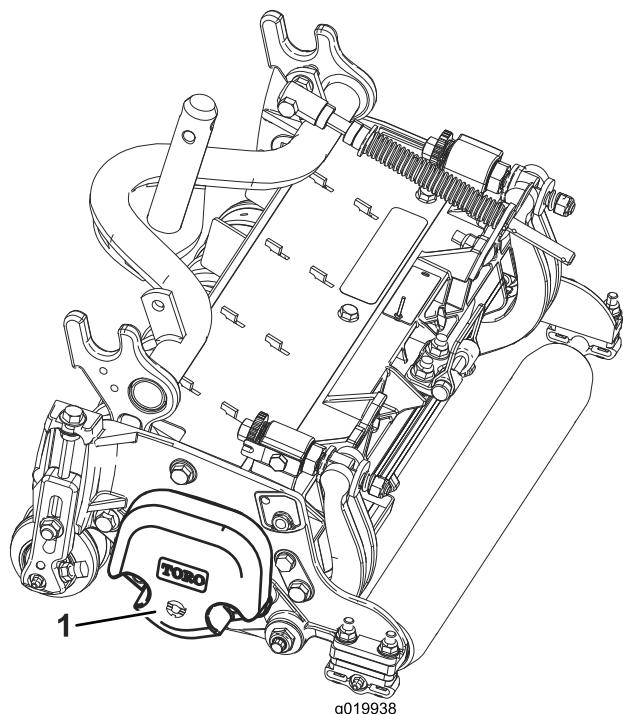

Figure 3
4. Veillez à monter le contrepoids (Figure 3) du bon côté de l'unité de coupe, comme expliqué dans le *Manuel de l'utilisateur* de l'unité de coupe.